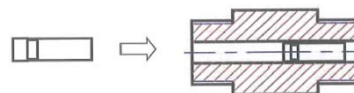

Figura3. Proceso de instalación del tubo de teflón y tapón en el cilindro central.
3. Insertar el conjunto tuboteflón+tapónteflón dentro del cilindro central, empujándolo con una varilla, hasta que el conjunto quede localizado en el cilindro como se muestra en la Figura3 (todavía no se ha instalado la muestra).